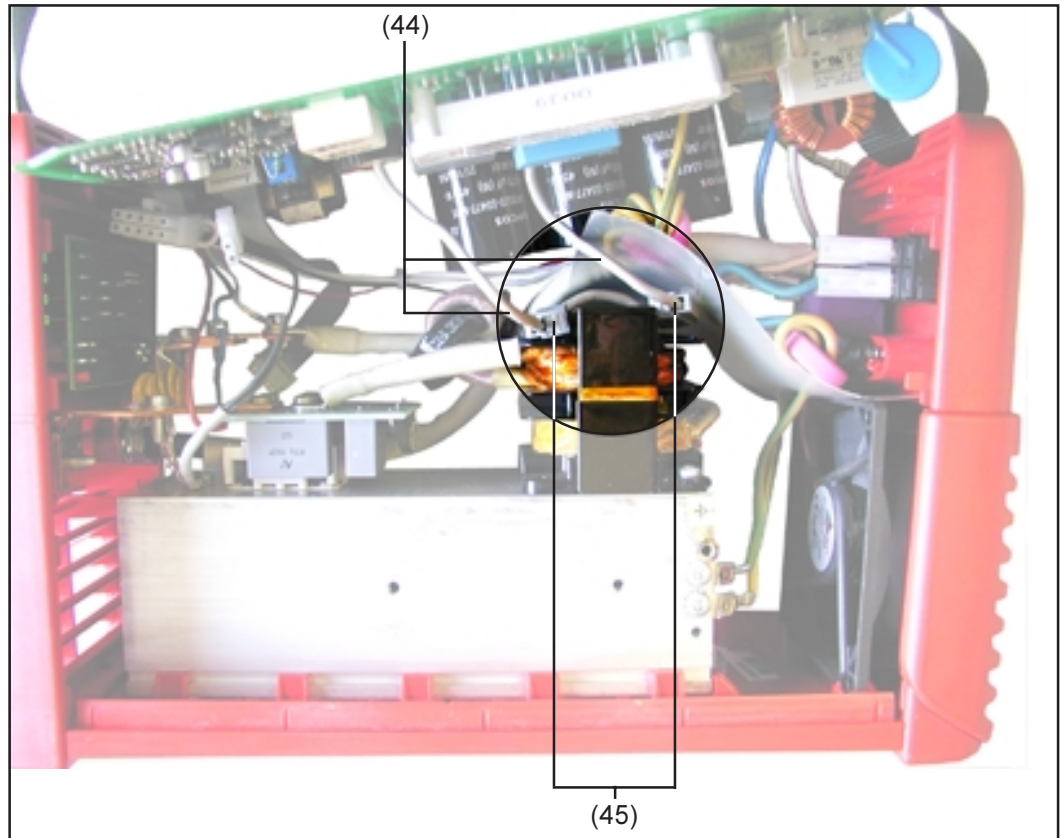

Abb. 11
- „Trafoleitungen Print LCA15“ (44) so verlegen, dass die WAGO-Klemmen (45) gemäß Abb. 11 auf dem Spulenkörper des Trafos aufliegen